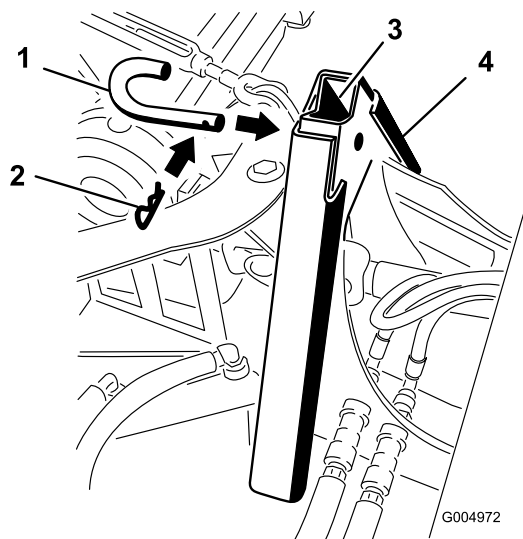

Figura 14
- Unite gli adattatori e fissateli con il perno dell'attrezzo e la coppiglia, come illustrato in Figura 14. Per sostenere carichi maggiori è possibile utilizzare in alternativa un dado e un bullone.